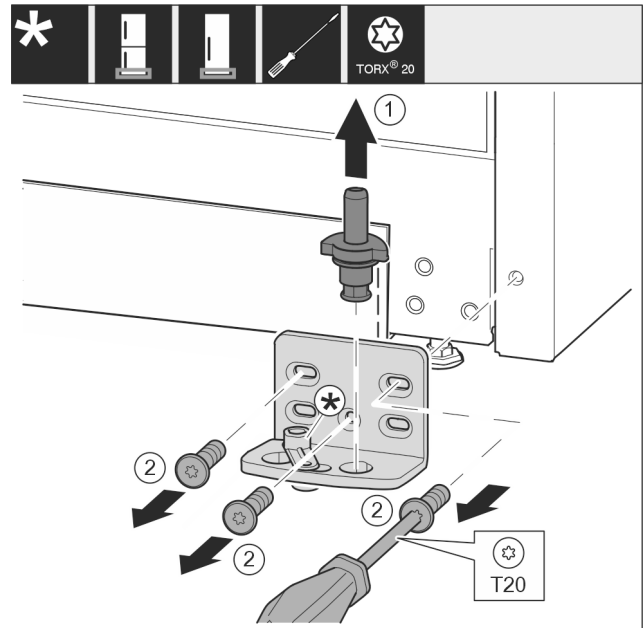

Fig. 17 *
- ▶ Nxirrni jashtë komplet bulonin e rrotullimit Fig. 17 (1) nga lart.*
- ▶ Lironi vidat Fig. 17 (2) me një kaçavidë dhe hiqni bazamentin mbështetës.*